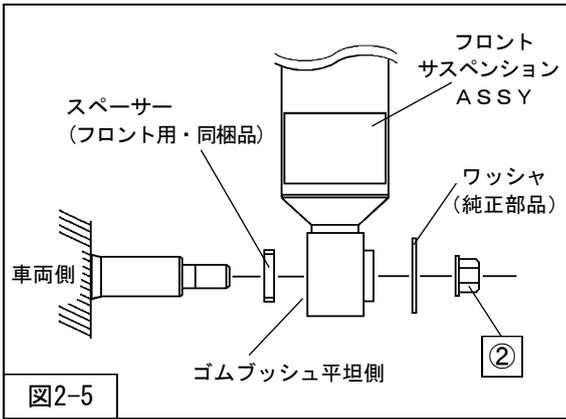
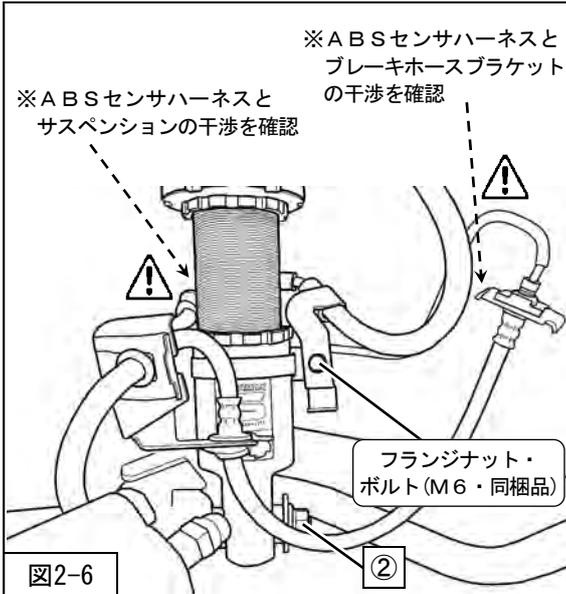

図2-5
図2-6
5. フロントサスペンションASSYロア取付け部の車両側のシャフトにスペーサー（同梱品）を取付けてください。（図2-5）
②フロントサスペンションASSYロア取付ナット
を取付けてください。（図2-5・図2-6）
（図2-6）